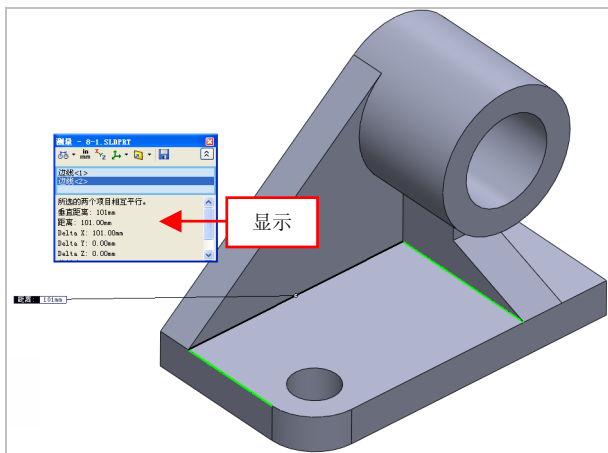

图 8-3 显示测量距离结果
(3) 弹出【测量】对话框，在绘图区中的下表面上，依次选择合适的边线对象，即可显示测量距离结果，如图 8-3 所示。